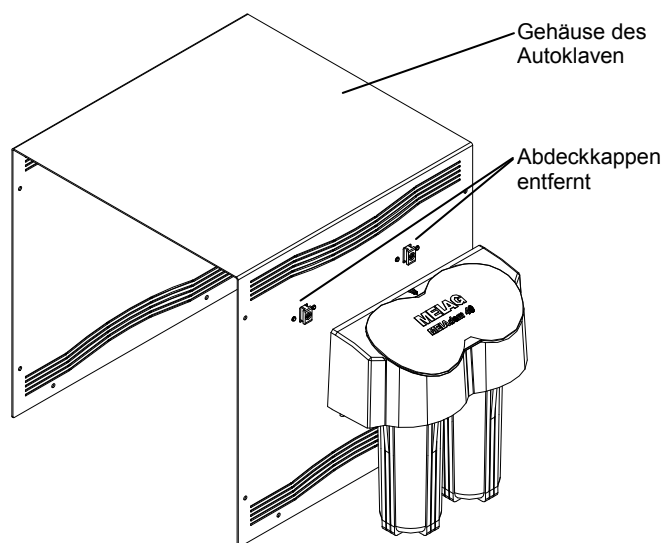

Abb. 3: Seitenansicht - Gerätehaube eines MELAG Autoklaven
- MELAdem[®] 40 wie in Abb. 3 senkrecht von oben einhängen und nach unten schieben, bis das Gehäuse der MELAdem[®] 40 in die Aufnahmen einrastet. Die Endposition ist nachfolgend abgebildet.